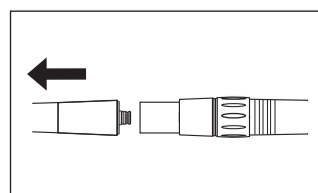

図18
- 4 水から取り出し、ハンドピースをカップリングから取り外し、よく拭き、乾かします (図18)。